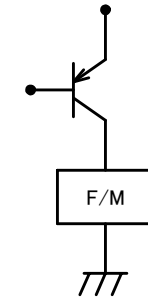

Fig.1 FAN電源回路
- (12) ファンモータ電源(Fig. 1参照)ON/OFF時の注意
(Caution at Fan motor power ON/OFF handling. Refer Fig. 1.)